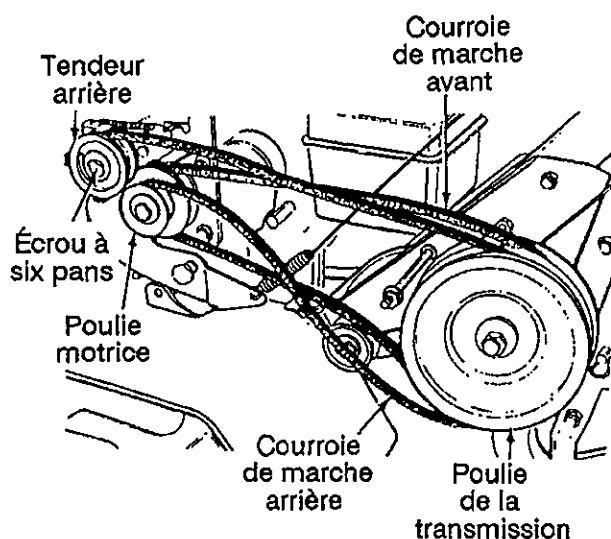

FIGURE 17-Modèle 390 seulement
3. Dégagez la courroie de la poulie transmission et la poulie motrice. Voir la figure 17.
4. Enlevez l'écrou à six pans qui retient le tendeur de marche arrière sur le support du tendeur. Voir la figure 17. Faites glisser le tendeur et enlevez la courroie.
COURROIE DE MARCHE AVANT POUR MODÈLE 390 SEULEMENT (voir la figure 17)